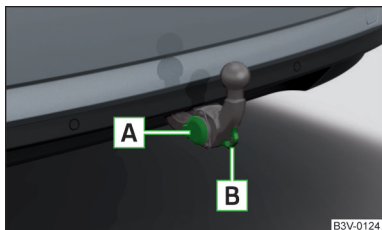

Fig. 209
- ▶ Introduceți fișa remorcii (accesoriilor) în priza cu 13 pini **A** » fig. 209. (În cazul în care remorca/accesoriile dispun de o fișă cu 7 pini, puteți folosi un adaptor corespunzător, din gama de accesorii originale ŠKODA).